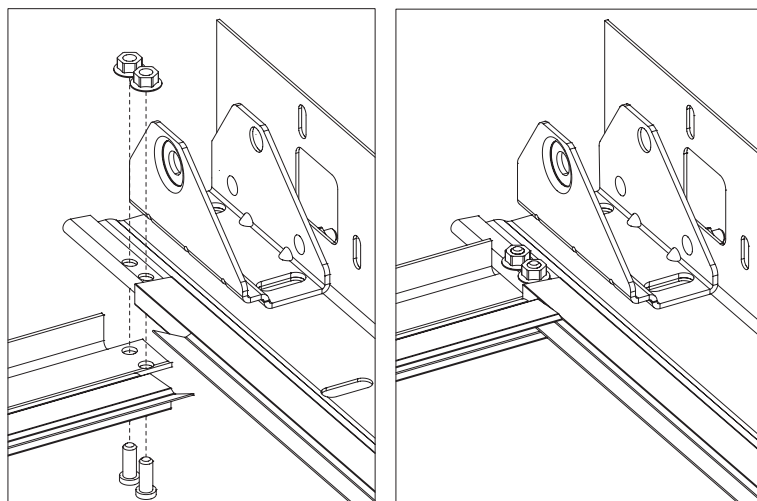

Рис. 7.3. Установка нащельника
- Соединить опорные стойки с нащельником при помощи двух пресс-болтов М6х12 и гаек с буртиком (рис.7.3).